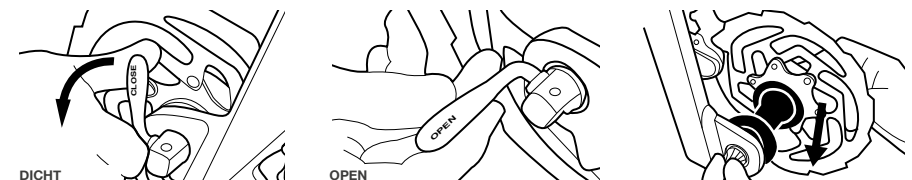

Afbeelding 14. Wielas voor snelspanners ① As ② Moer ③ Hendel ④ Conische veer
2. Controleer of de conische veren aan weerszijden van de naaf zitten en dat het kleinste uiteinde naar het midden van het wiel gericht is, zoals wordt weergegeven op *Afbeelding 14*.